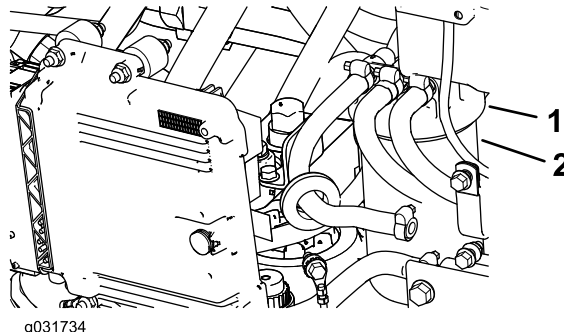

Figura 99
1. Pulite le superfici circostanti la testa del filtro del carburante (Figura 99).
2. Togliete il filtro e pulite la superficie di montaggio della testa del filtro (Figura 99).